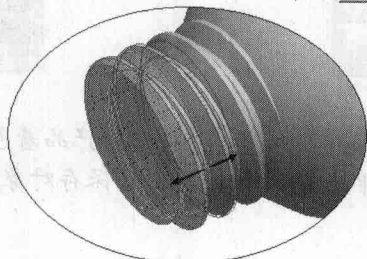

图1-23
11. 在键盘上按住 **Ctrl** 键并选取本节第 7 步操作中合并后的面组与第 8 步操作中移动的面组，在菜单栏中选择【编辑】/【合并】命令，弹出【合并】操作面板，调整合并的方向，如图 1-23 所示，然后单击 ☒ 按钮合并面组。